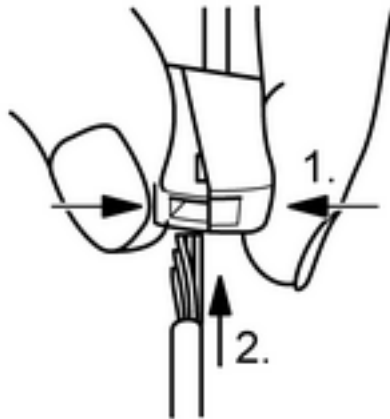

Bild 6: Anslutning av fintrådig ledare
- Tryck ihop klämman på sidan med den fyrkantiga öppningen och anslut den fintrådiga ledaren (bild 6).